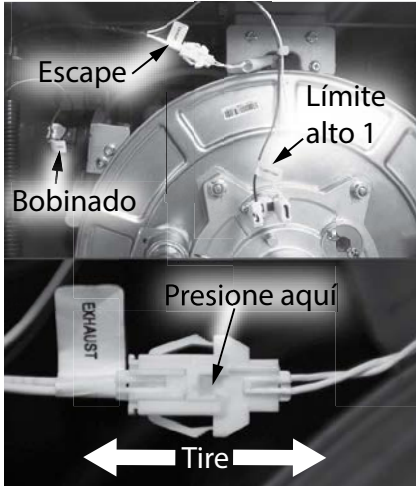

Figura 46 - Ubicación del primer mazo de cables.
- 4** Ubique el mazo de cables del termistor de salida etiquetado "EXHAUST" (Escape) y desconéctelo. Consulte la Figura 46.
- 5** Ubique los conductores del cable del interruptor de límite alto del quemador etiquetados "HI LIMIT 1" (Límite alto 1) y desconéctelos. Consulte la Figura 46.
- 6** Ubique los conductores del cable del presostato etiquetados "WIND" (Bobinado) y desconéctelos. Consulte la Figura 46.